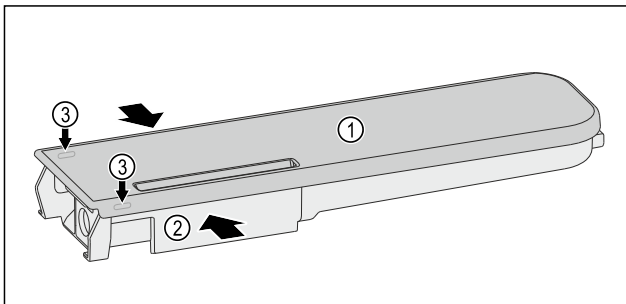

Fig. 117
- ▶ Wasserbehälter Fig. 117 (2) zusammendrücken und Deckel Fig. 117 (1) vorsichtig über die Rastnasen Fig. 117 (3) hebeln und hochziehen.
- ▶ Deckel Fig. 117 (1) leicht hin- und herbewegen und nach oben entnehmen.